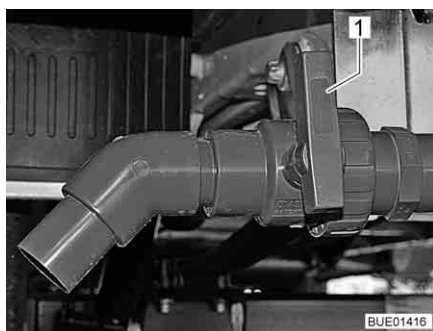

Fig. 228 Llave de desagüe (Viseo)
- Girar el tirador (Fig. 228,1) de la llave de desagüe a la posición en dirección de la circulación.